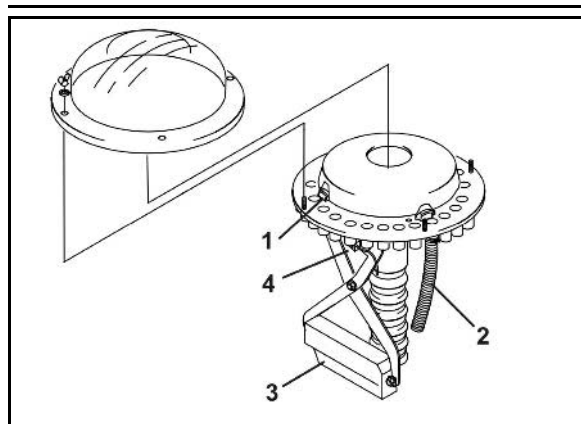

Рис. 58
- устройство переключения техколеи закрывает в распределительной головке посредством заслонки (Рис. 58/1) подвод посевного материала к семяпроводам (Рис. 58/2) сошников техколеи;
Подача посевного материала к сошникам техколеи прерывается, как только электромагнит (Рис. 58/3) закрывает соответствующие семяпроводы (Рис. 58/2) в распределительной головке.
Датчик (Рис. 58/4) проверяет, надлежачим ли образом работают заслонки (Рис. 58/1), открывающие и закрывающие семяпроводы (Рис. 58/2).